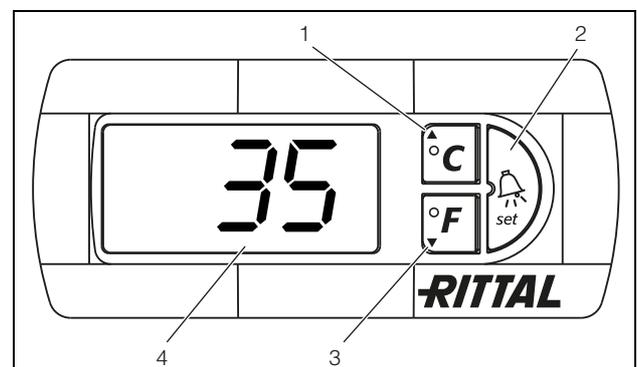

Fig. 35: Controllo e-Comfort
Il condizionatore funziona automaticamente; dopo aver attivato l'alimentazione il ventilatore dell'evaporatore è attivato (vedere fig. 3, pagina 5) e fa circolare l'aria all'interno dell'armadio. Il condensatore e il ventilatore dell'evaporatore sono regolati dal controllo e-Comfort. Il controllo e-Comfort dispone di un display a 7 segmenti (fig. 35, nr. 4). Dopo aver attivato l'alimentazione, sul display appare per circa 2 secondi anzitutto la versione del software in uso e la funzione Eco Mode attivata, successivamente l'opzione preimpostata (ad es. t10) o la temperatura. In modalità di funzionamento normale il display visualizza sia la temperatura (in gradi Celsius o gradi Fahrenheit, commutabili) sia le segnalazioni di guasto. La temperatura attuale all'interno dell'armadio in regime normale è sempre visualizzata. In presenza di guasto appare la relativa segnalazione invece dell'indicazione di temperatura.
Per la programmazione dell'apparecchio si utilizzano i tasti 1 – 3 (fig. 35). I relativi parametri vengono visualizzati in modo analogo sul display.
- Premere contemporaneamente i tasti 1 e 2 (fig. 35) per almeno 5 secondi.
Con i tasti 1, 2 e 3 (fig. 35) è possibile modificare 24 parametri entro i campi predefiniti (valore min., valore max.).